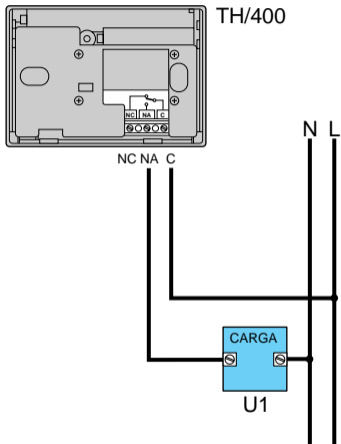
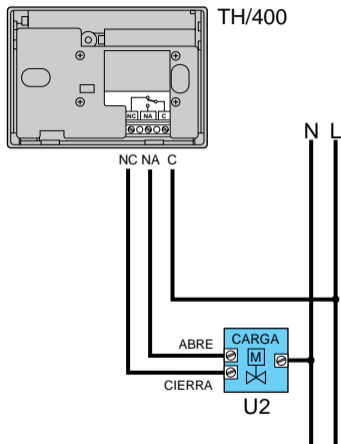

Fig. 16A
Fig. 16B
- Efectúe las conexiones eléctricas en la regleta situada en la parte posterior del mueble (fig. 10) como ilustran los esquemas de las fig. 16A o 16B.
Dependiendo del tipo de aparato controlado por el termostato, siga el esquema de la fig.16A o fig.16B.